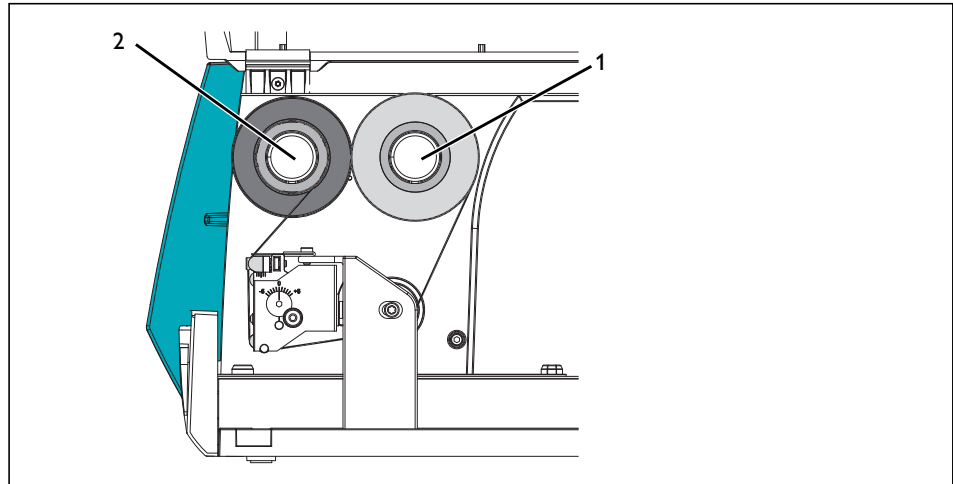

Bild 2-6 Farbbandlauf
- Schieben Sie die Farbbandrolle so auf den Abwickler (1), dass die Farbbeschichtung der Folie beim Abwickeln nach unten weist.
- Die Farbbandrollen für diesen Drucker von Phoenix Contact haben eine außengewickelte Farbbeschichtung. Beachten Sie die in Bild 2-6 gezeigte Abwickelrichtung. **Bei einer falschen Lage der Farbbeschichtung klebt die Folie am Druckkopf fest.**
- Schieben Sie den leeren Kern einer Farbbandrolle auf den Aufwickler (2).
- Führen Sie das Farbband wie in Bild 2-6 durch die Druckbaugruppe.